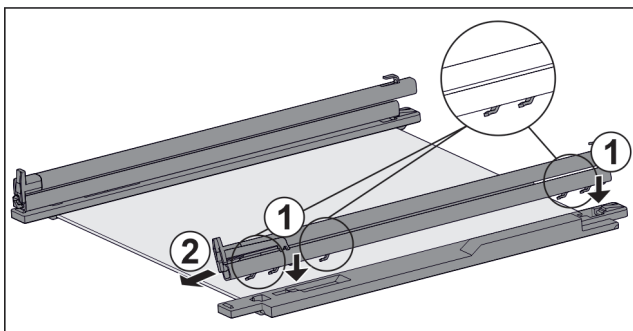

Fig. 159 Staklena ploča s vodilicama i pridržnim dijelovima
- ▶ Stavite kuke vodilice na otvore **lijevog** pridržnog dijela. Fig. 159 (1)
- ▶ Skinite vodilicu prema naprijed. Fig. 159 (2)
- ▶ Stavite kuke vodilice na otvore **desnog** pridržnog dijela. Fig. 159 (1)